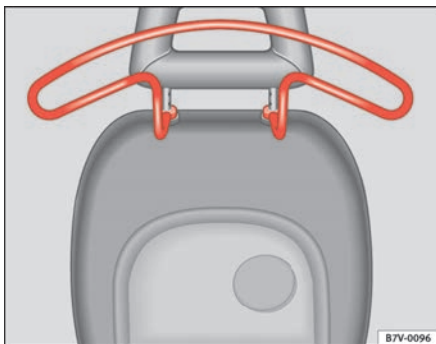

Abb. 107 Kleiderbügel am Vordersitz
- Ziehen Sie den Kleiderbügel33) von den Stangen der Kopfstütze ⇒ Abb. 107 ab.